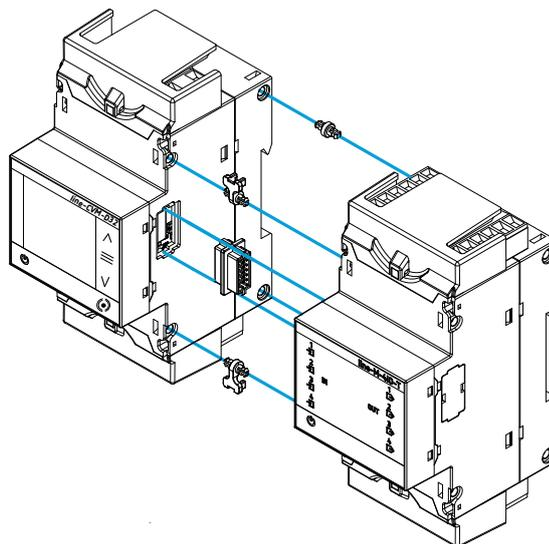

Figure 4: Installation étape 2.
2.- Insérez le connecteur d'extension et les clips de fixation dans l'un des appareils (Figure 4).